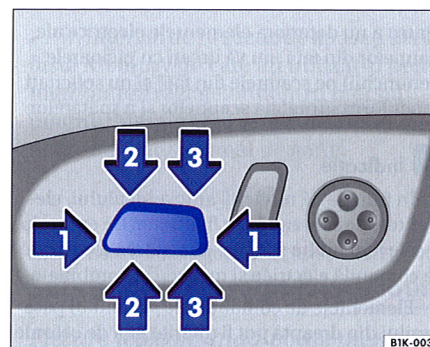

Fig. 62 De la comutator, scaunul se va regla în lungime, iar suprafața de șezut în înălțime și înclinare
- Deplasați comutatorul în sensul indicat de săgeata ⇒ fig. 62 ①, pentru a regla scaunul din față în lungime.
- Deplasați comutatorul în sensul indicat de săgeata ② sau ③, pentru a regla în înălțime suprafața scaunului în față sau în spate. Deplasați comutatorul concomitent în sensul indicat de săgeata ② și ③, pentru a regla în înălțime scaunul.